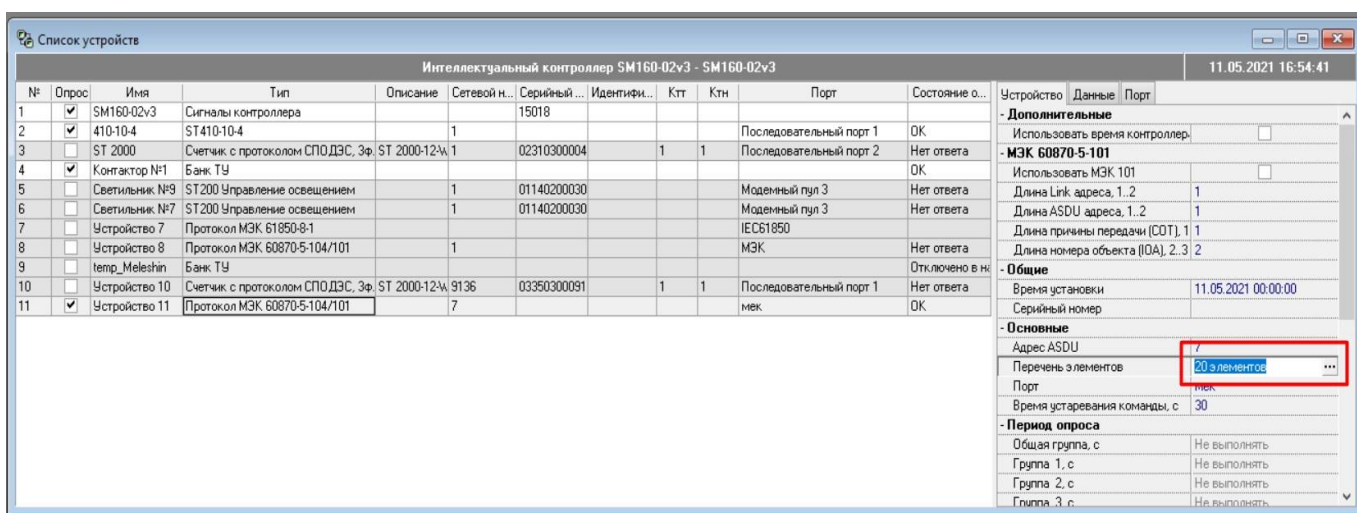

Рис. 14. Настройки списка устройств для ST160.
- прописать адреса ТУ и ТС в «перечне элементов» (Рис. 14,15).